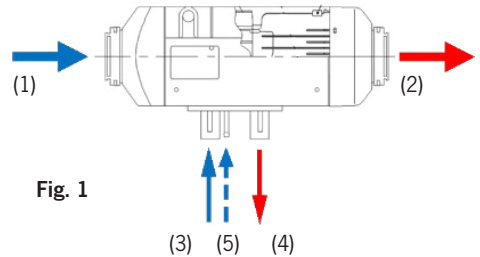
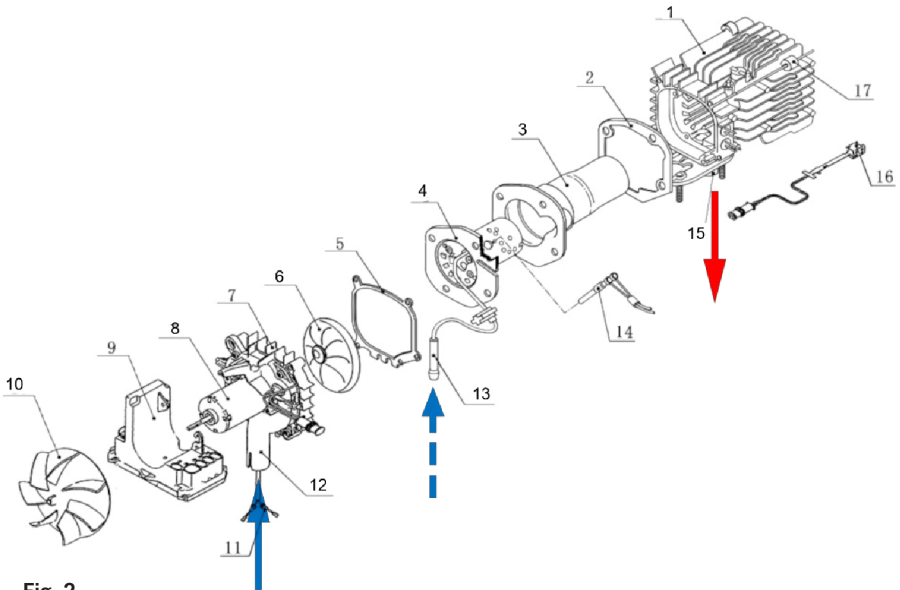

Fig. 1
Fig. 2
Das System besteht aus einem Brenner [Seite 12 Fig. 2 (4)] und einer Brennkammer [Seite 12 Fig. 2 (3)] die sich innerhalb eines Wärmetauschers befinden [Seite 12 Fig. 2 (1)].
[Fig. 1 (1)] [Seite 12 Fig. 2 (10)]. Nach Passieren des Wärmetauschers wird erhitzte Luft ausgeblasen [Fig. 1 (2)].
Für den Verbrennungsprozeß sind Diesel als Brennstoff sowie Sauerstoff notwendig. Der Brennstoff wird über einen Einlaßstutzen zum Brenner geleitet [Fig. 1 (5)] [Seite 12 Fig. 2 (13)], um dort nach der Einspritzung mit Hilfe eines Glühstiftes entzündet zu werden [Seite 12 Fig. 2 (14)]. Die entstehende Flamme gelangt am Ende des Brenners in den Raum zwischen Brenner [Seite 12 Fig. 2 (4)] und Brennkammerwand [Seite 12 Fig. 2 (3)]. Über deren Kontakt zum Wärmetauscher [Seite 12 Fig. 2 (1)] wird dieser erhitzt.
Die Versorgung von Sauerstoff für die Verbrennung erfolgt über einen Zuluftstutzen [Fig. 1 (3)] [Seite 12 Fig. 2 (12)]. Der innere Impeller [Seite 12 Fig. 2 (6/8)] saugt die Luft an und drückt sie in den Brenner. Nach erfolgter Verbrennung werden die Abgase über den Abgasstutzen [Fig. 1 (4)] [Seite 12 Fig. 2 (15)] abgeführt.
Die Steuereinheit [Seite 12 Fig. 2 (9)] befindet sich im vorderen Teil des Heizgerätes hinter dem Impeller für die Heizluftzufuhr. Ihre Hauptaufgabe besteht darin alle Systemdaten zu sammeln (Daten von: Temperatursensoren, Antriebsdaten, Impulse, Drehzahlen, Spannungen usw.). Auf Basis dieser Daten regelt die Steuerung den Heizprozeß, die Anlagenüberwachung und den Umgang mit Anlagenstörungen.
Der Überhitzungssensor [Seite 13 Fig.3-(X3)] befindet sich am hinteren äußeren Ende des Wärmetauschers [Seite 12 Fig.2-(16)]. Sofern die Temperatur des Aluminiumkörpers eine im System definierte Grenze überschreitet, wird die Brennstoffpumpe durch die Steuereinheit abgeschaltet und die Brennstoffzufuhr sofort gestoppt. Daraufhin wird das Heizgerät zum Schutz vor Überhitzung abgeschaltet. Der Lüfter läuft solange weiter, bis eine im System hinterlegte Temperatur unterschritten wird.